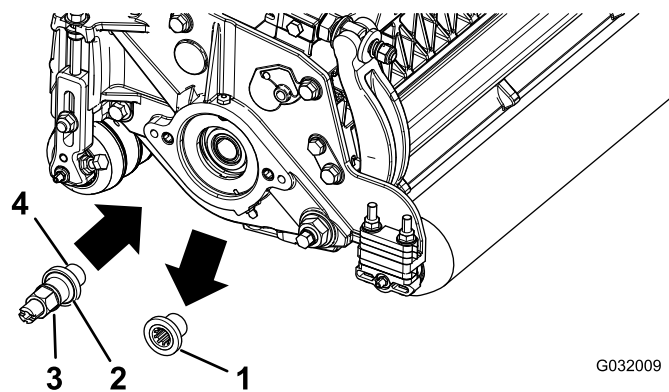

Figure 2
2. Retirez l'insert fileté de l'unité de coupe pour l'entraînement de brosse de rouleau arrière (Figure 2) et mettez-le au rebut.
4. Appliquez du frein-filet sur le filetage de l'arbre d'entraînement (Figure 2) et posez l'arbre d'entraînement gauche ou droit en le serrant à un couple de 115 à 128 N·m.